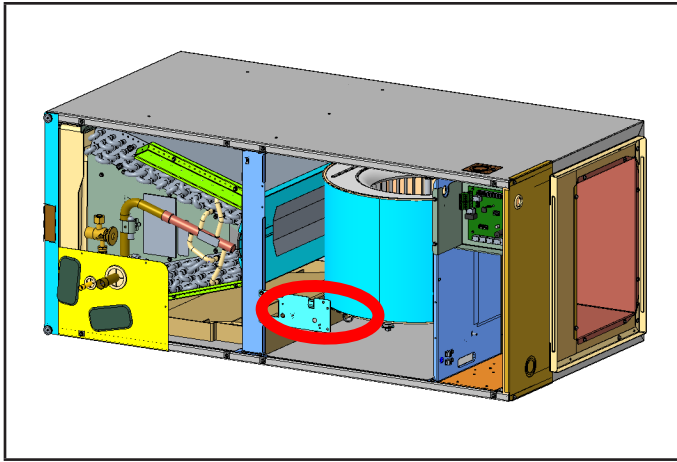

FIGURE 9
- 3 - Les panneaux du ventilateur-convecteur étant retirés, installez le support du capteur sur l'unité en alignant les trous du support central comme illustré sur la FIGURE 9. Remarque : le capteur doit être orienté vers l'intérieur de l'unité.